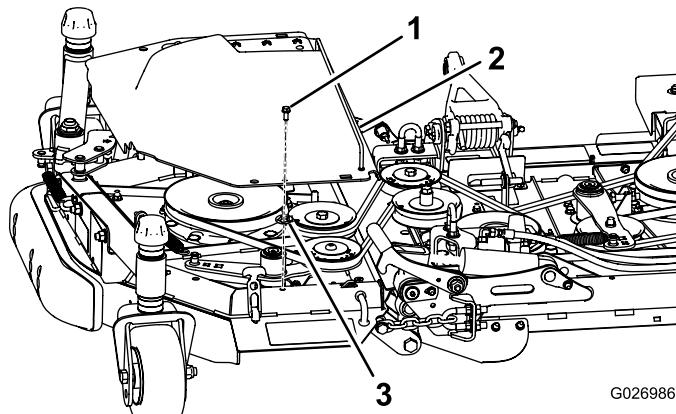

Figura 13
- Instale um parafuso e uma porca na cobertura de plástico esquerda (Figura 13).